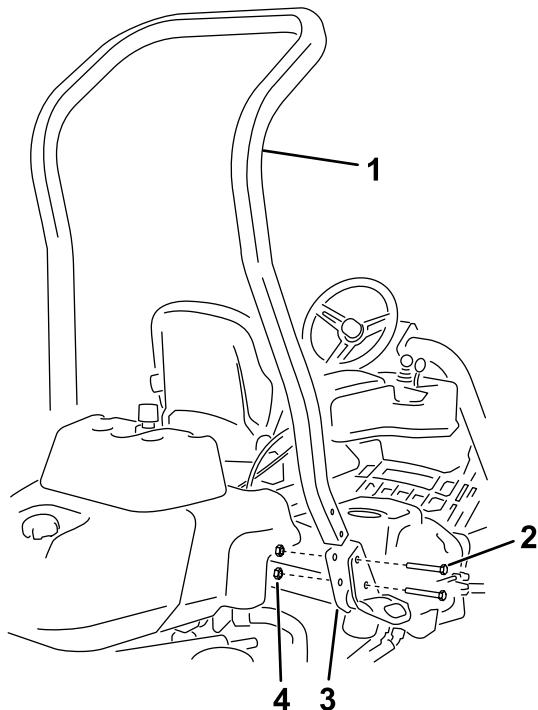

Figura 3
3. Utilice 4 pernos (½" x 3¾") y 4 tuercas con arandela prensada (½") para instalar la barra antivuelco en los soportes del ROPS en cada lado de la máquina, como se muestra en la Figura 3.